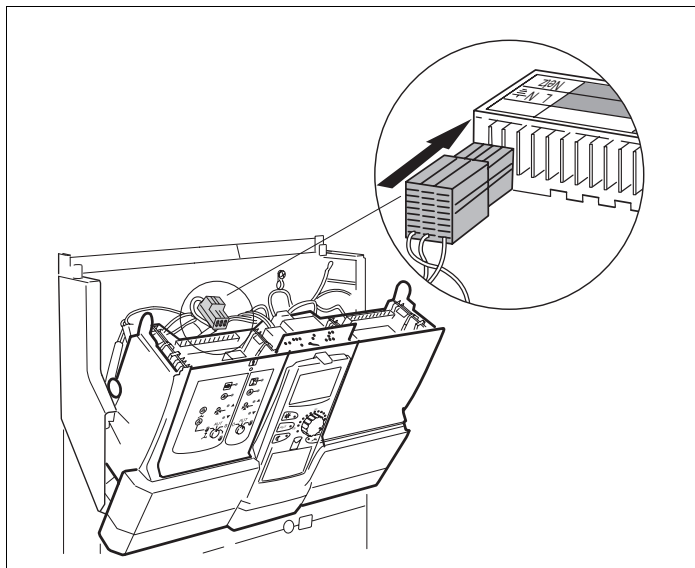

Fig. 7 Conectare la rețea, soclul 1
- Fișa de conectare a modului la 230 V se introduce în poziția prevăzută pe rigleta de contacte (vezi detaliul din fig. 7).
- Se scot fișa de conectare a modului la 230 V (vezi fig. 7, pag. 16) și toți conductorii de legătură ale modului ZM 424 și se fixează în poziții de parcare.